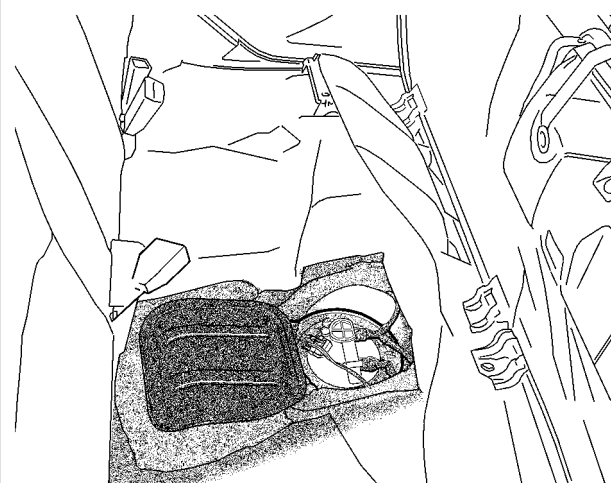

Рис. 1.3-03. Расположение модуля электробензонасоса
2. Снять лючок электробензонасоса (рис. 1.3-03) и отсоединить от электробензонасоса колодку жгута проводов (отвертка крестообразная).